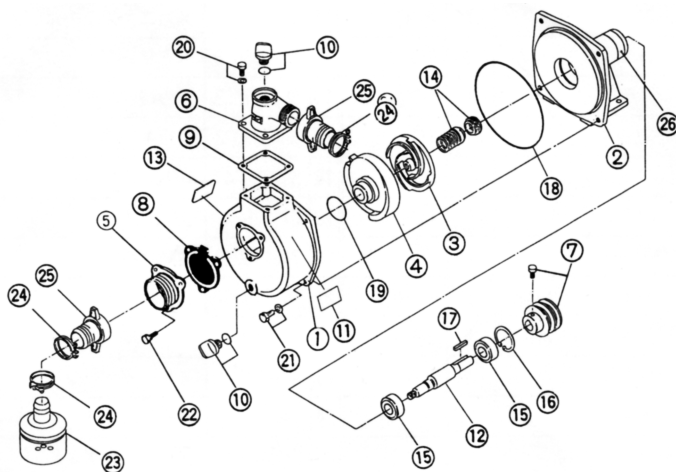

рис.3
5.1. Насос (качающий узел, рис. 3 с детализацией, таблица 3) включает в себя: